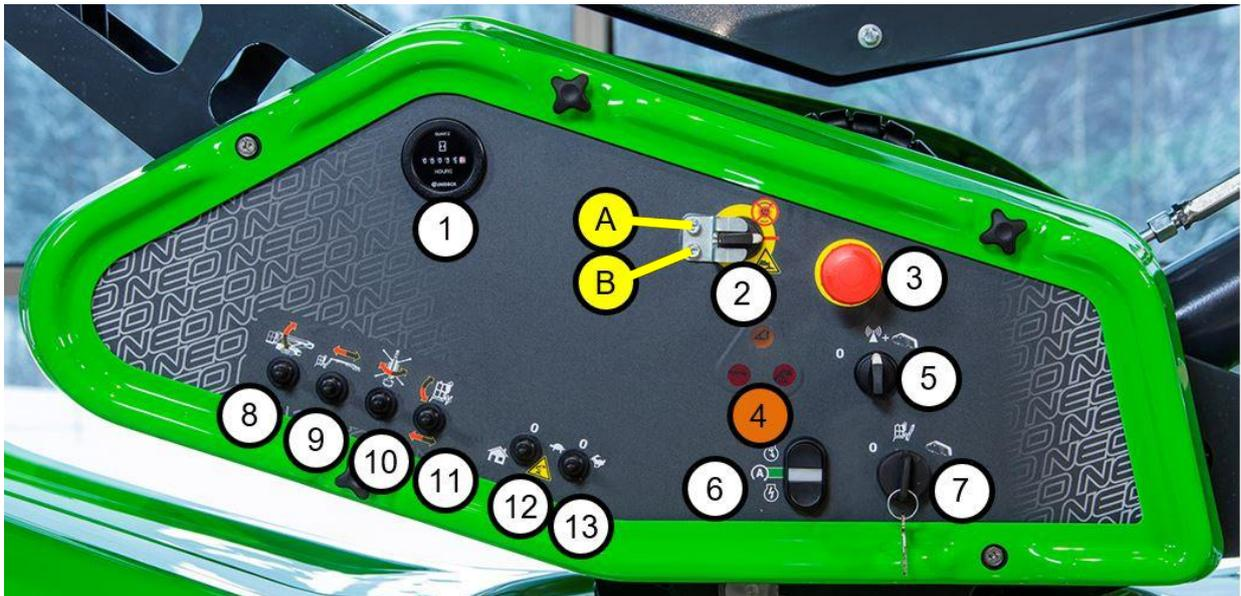

Abbildung 8 Bedienfeld untere Bedienelemente
- Der Zündschlüssel (Abbildung 8, Schalter 7) muss auf die Position untere Bedienelemente gedreht werden
- Schalten Sie mit dem Start-Schalter den Verbrennungs- oder Elektromotor ein (Abbildung 8, Schalter 6)
- Für die Verwendung der Ausleger (Abbildung 8, Schalter 8–11) müssen Sie auch die Fahrgeschwindigkeit mit dem Schalter für die Geschwindigkeitsauswahl (Schalter 13) wählen.
1. Schalten Sie die Maschine durch Drehen des Zündschalters (Abbildung 8) ein und wählen Sie die gewünschte Bedienposition (untere Bedienelemente oder Plattform-Bedienelemente)
6. Verwenden Sie die Kaltstarthilfe nur dann, wenn der Benzinmotor nicht automatisch anspringt (Abbildung 7, Schalter 21 oder untere Bedienelemente Abbildung 8, Schalter 8).